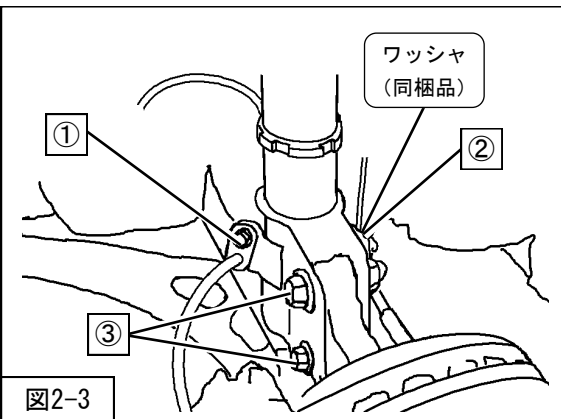
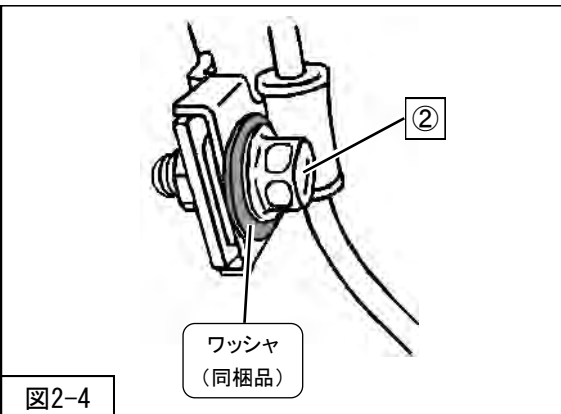

図2-3
図2-4
を取付けてください。(図2-3)
3. ②ABSセンサハーネス取付ボルト(締付トルク: 33N・m)は、ハーネスステーとの間にワッシャ(同梱品)を挿入して取付けてください。(図2-3・図2-4)
4. ①ブレーキホース取付ボルト(締付トルク: 33N・m)を取付けてください。(図2-3)